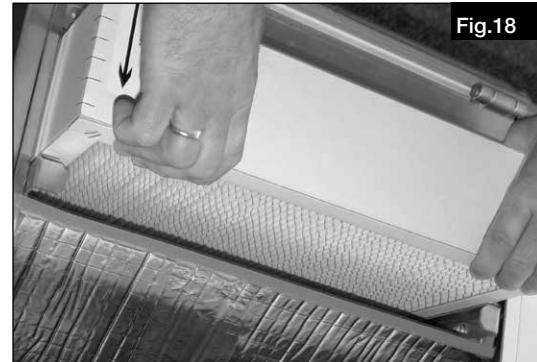

Fig.18
1. Tirer les deux supports de filtre vers le bas (Fig.18).